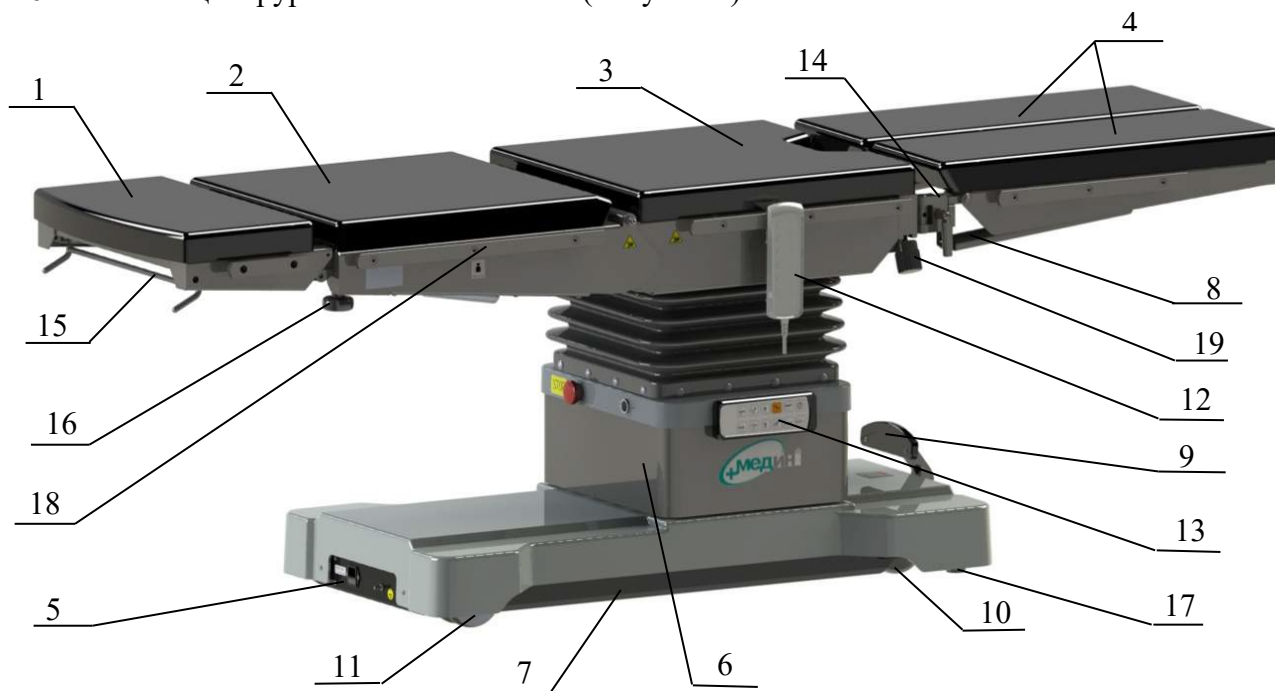

Рисунок 1. Стол общехирургический ОК-ТЕТА.
6.1 Стол общехирургический ОК-ТЕТА (Рисунок 1) состоит из панели стола и основания.
6.2 Панель столов состоит из секций: головной 1, спинной 2, центральной (тазобедренной) 3 и ножной 4 (Рисунок 1). Ножная секция состоит из двух частей – правой и левой.
9.5 Перевод стола в стационарное (не транспортное) положение производится нажатием ногой на педаль до упора (Рисунок 3). При этом поворотные колеса отрываются от пола на 3 мм, и стол устанавливается на регулируемые опоры 17 (Рисунок 1). Поднятием педали вверх стол опускается на колеса в транспортное положение.
9.6 Проверьте надежность установки стола на опорах 17 (Рисунок 1). При необходимости отрегулируйте опоры, путем поворота регулируемых ножек. Для этого следует двумя ключами S=19 отжать контргайку и, вращая регулируемую ножку, добиться устойчивого положения стола. После чего затяните контргайку.
9.7 Вставьте разъем пульта дистанционного управления (Рисунок 1) в гнездо, расположенное в верхней части направляющей колонны 6 стола (Рисунок 1).